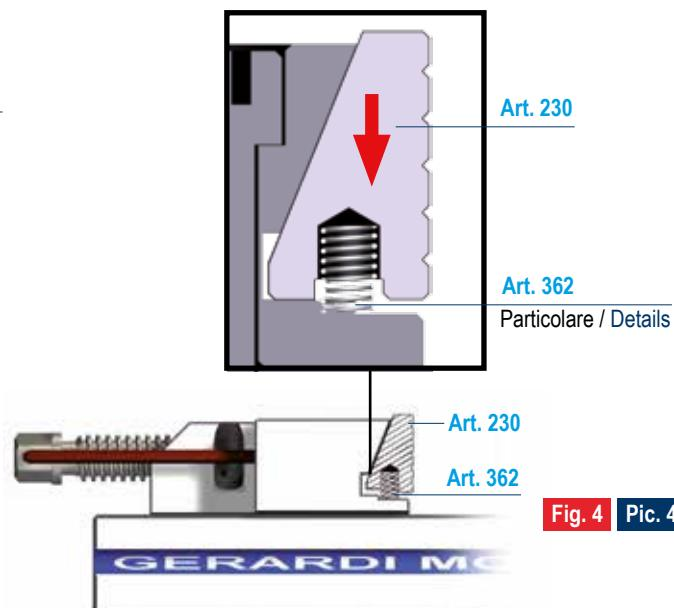

Fig. 4 | Pic. 4
**4-** Nel caso di morse **Art. 1**, volendo avvalersi della opzione piastre ganasce discendenti, allentare di 1/4 di giro le viti **Art. 381 / 382** (Fig. 4) per permettere alle piastre ganasce discendenti **Art. 230** di scorrere dall'alto verso il basso, ottenendo così un serraggio del pezzo verso la base morsa.